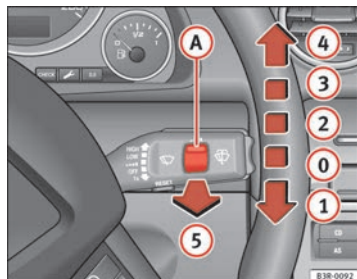

Fig. 101 Leva dell'impianto tergilavacrystalli
Posizioni della leva del tergicristallo ⇒ fig. 101:
Con le luci accese, azionare l'automatismo tergilavacrystalli (⇒ pag. 134, fig. 101 ⑤) tirando la leva per più di 1 secondo.